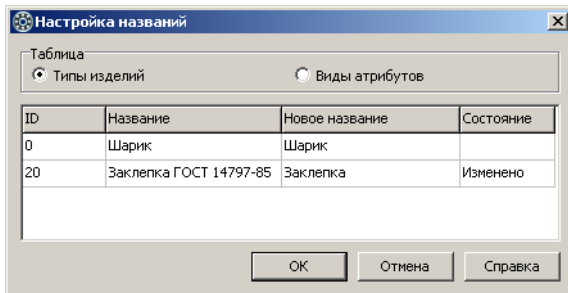

Рис. 4.167.
3. В группе **Таблица** выберите вариант **Типы изделий** и подтвердите необходимость сохранения изменений в таблице *Виды атрибутов*. В окне **Настройка названий** будет показано содержимое таблицы *Типы изделий* (рис. 4.167).